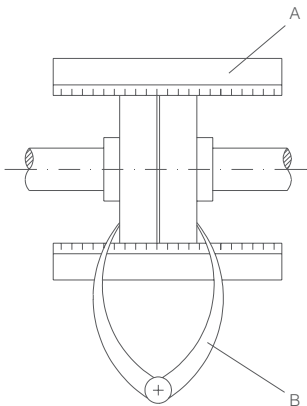

Рис. 1
Поместите прямой край (A) на соединение: он должен касаться обеих половин муфты на всю длину. Смотрите рисунок 1.